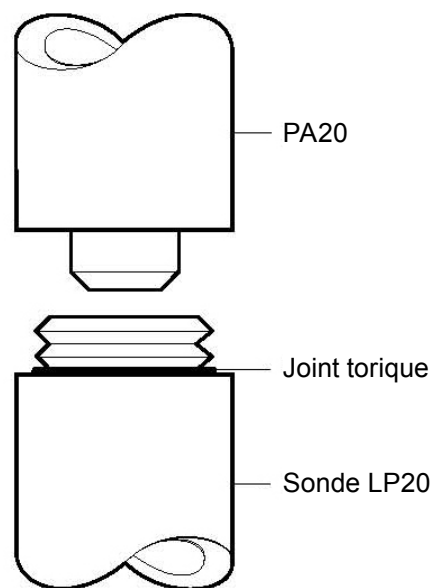

Fig. 2
- Un joint torique est fourni avec la sonde LP20 et le pré-amplificateur PA20. S'assurer qu'un seul joint torique est monté entre la sonde et le PA20 (voir Figure 2).